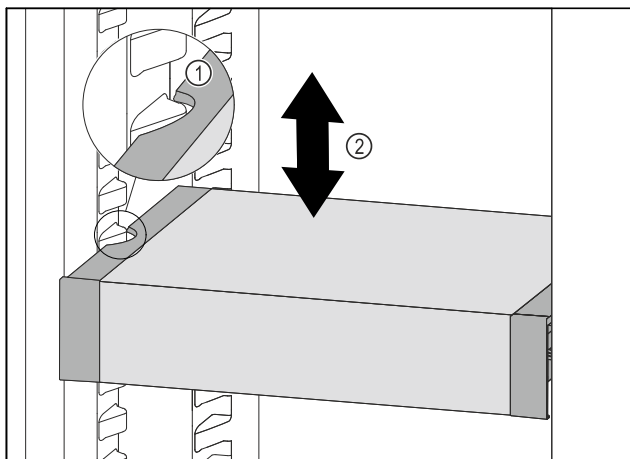

Fig. 86
- ▶ Тяните VarioSafe вперед, пока боковые выемки VarioSafe не окажутся на высоте выступа резервуара в холодильном отделении. Fig. 86 (1)
- ▶ Двигайте VarioSafe в холодильном отделении вверх или вниз, пока не будет достигнута требуемая высота. Fig. 86 (2)